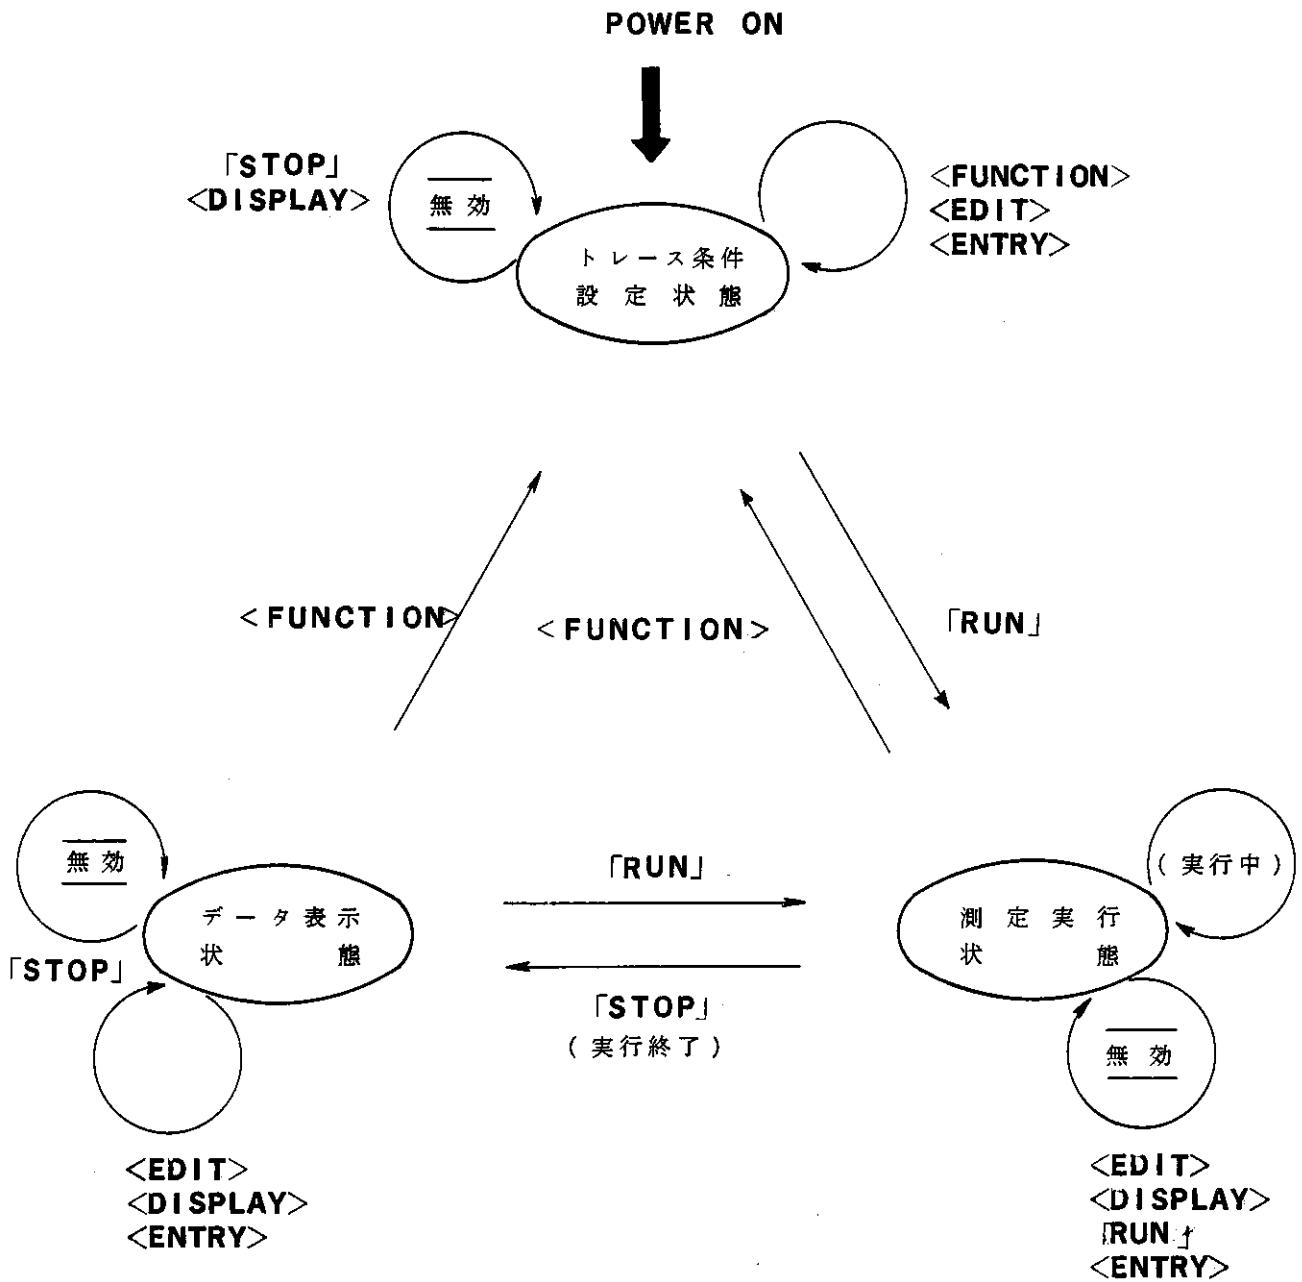

図 2-2 TR 4720 の動作状態遷移図
- (1) 「トレース条件設定状態」 …… トレース条件をキーボードから入力できる状態で、測定実行のための準備段階です。
- (2) 「測定実行状態」 …… 測定が行なわれている状態です。
- (3) 「データ表示状態」 …… 測定の結果、得られたデータを表示している状態です。
- この3つの状態とキーの関係を〔図 2-2〕に示します。なお、ここに示した関係は原則的なものですので、詳細は、第3章を参照して下さい。